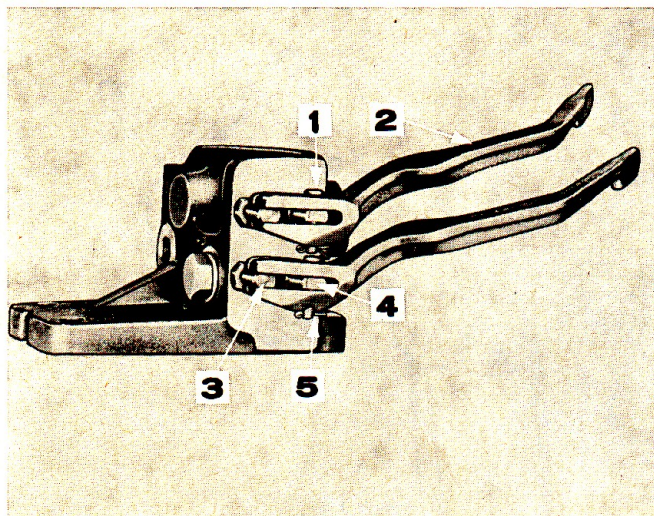

Fig. 8: Démontage des poignées
2. Retirer la goupille fendue de l'axe de chape de la ou des poignées (voir fig. 8). Extraire le ou les axes de chape et retirer la ou les poignées.
1. Extraire la goupille fendue d'axe de chape de la ou des poignées (voir fig. 8). Chasser les axes de chape et déposer la ou les poignées.